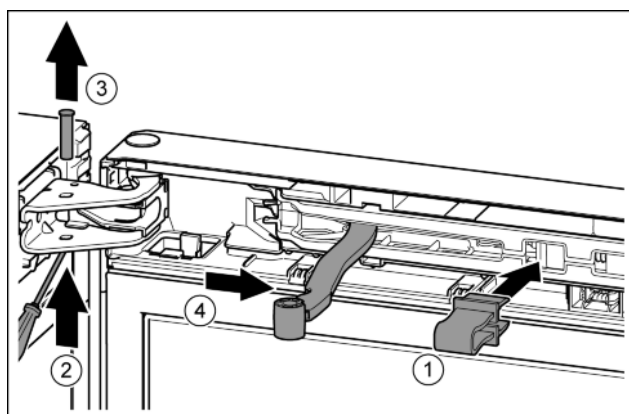

Fig. 13
- Zabezpieczenie zazębić w otworze. Fig. 13 (1)
- ▶ Sworznie wysunąć przy pomocy śrubokręta. *Fig. 13 (2)*
- ▶ Sworznie wyjąć w górę. *Fig. 13 (3)*
- ▶ Przegub obrócić w kierunku drzwi. *Fig. 13 (4)*